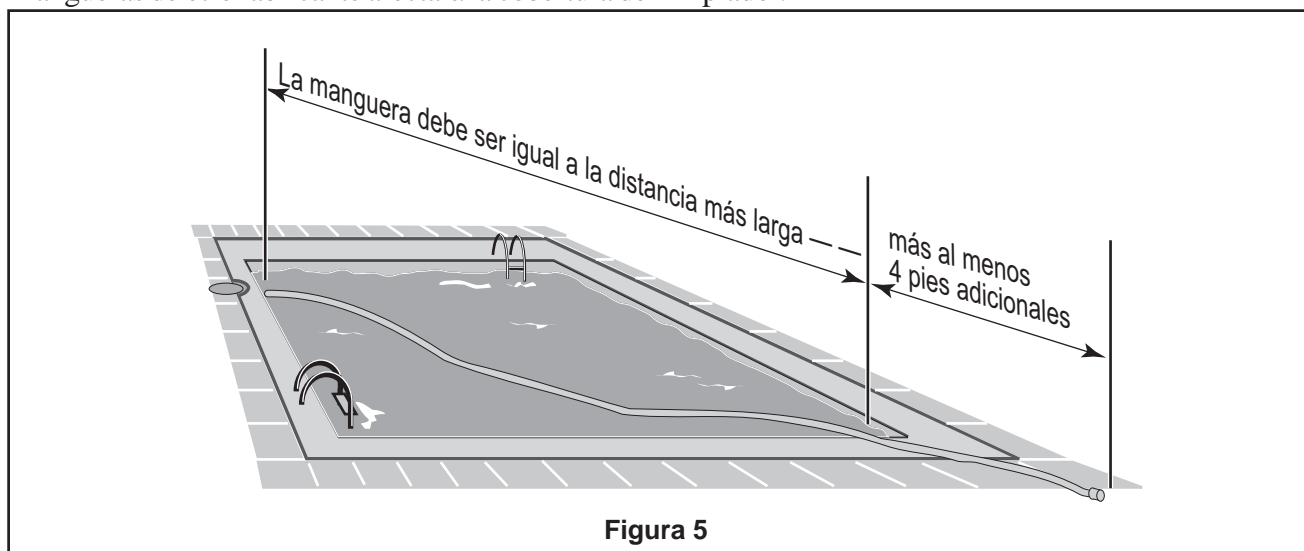
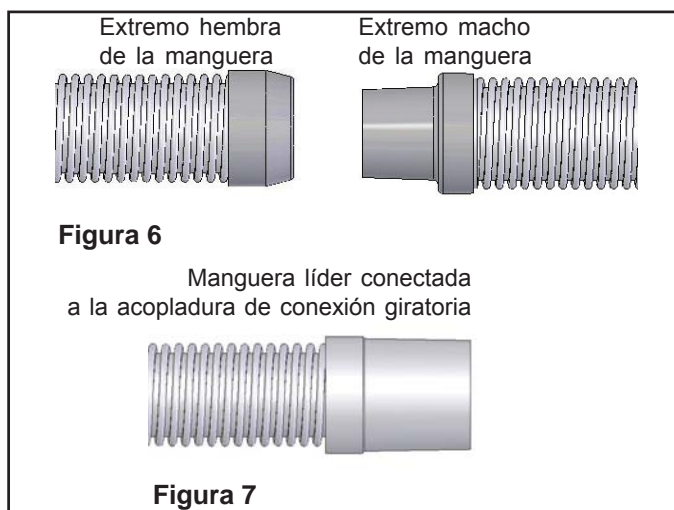

Figura 5
Figura 6
**No corte la longitud de la manguera.** Usted tendrá que conectar estas secciones de 4' para crear una manguera combinada de una longitud que sea al menos 4' más larga que la distancia desde el origen de su succión (ya sea la espumadera o la línea de succión dedicada) al punto más lejano en la piscina (Figura 5). Conecte las mangueras torciendo y empujando los extremos hembra sobre los extremos machos después de mojar los extremos en la piscina (Figura 6). **Una sección especial "líder" de la manguera ha sido diseñada para ser conectada a la acopladura de conexión giratoria del limpiador y por consiguiente tiene un dobladillo de manguera más grande que los otros trozos de mangueras (Figuras 7 y 8).**